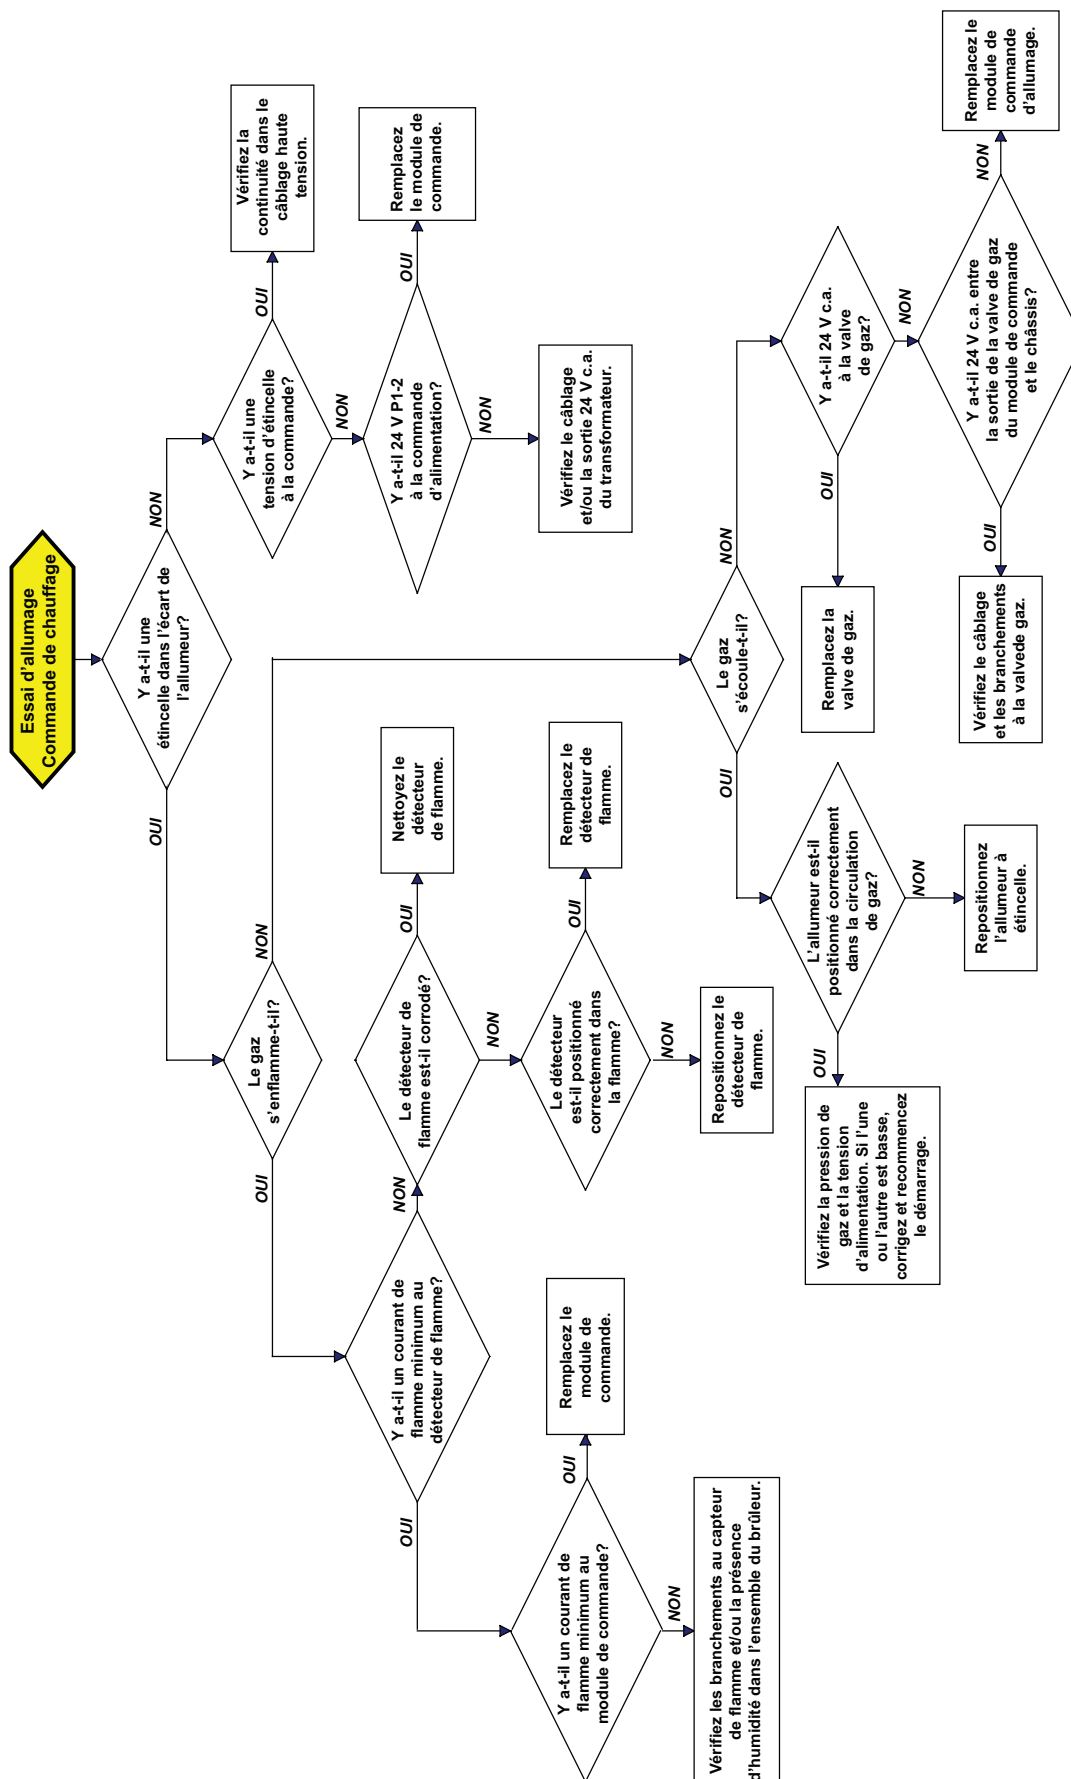

Figure 36. Diagramme de flux pour le dépannage du module de commande DSI
- Voyez la Figure 36 pour un diagramme de flux pour le dépannage de l'appareil à l'aide du module de commande DSI.